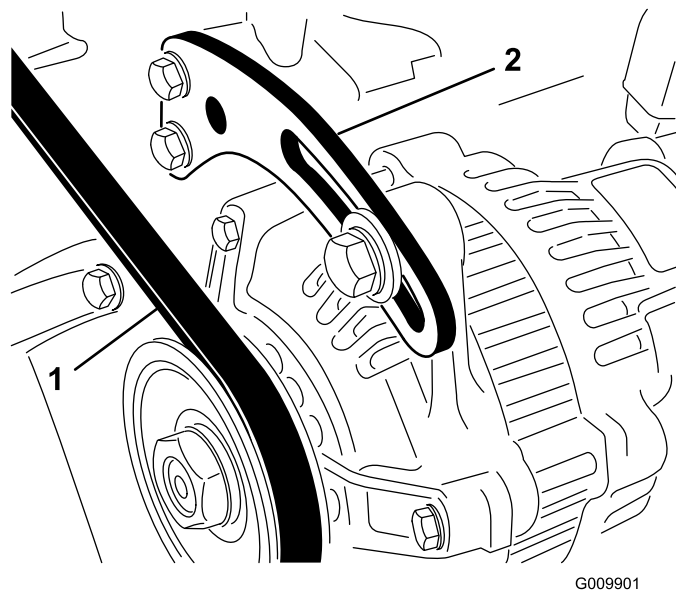

Bild 56
1. Lockern Sie die Befestigungsschrauben der Lichtmaschine (Bild 56).